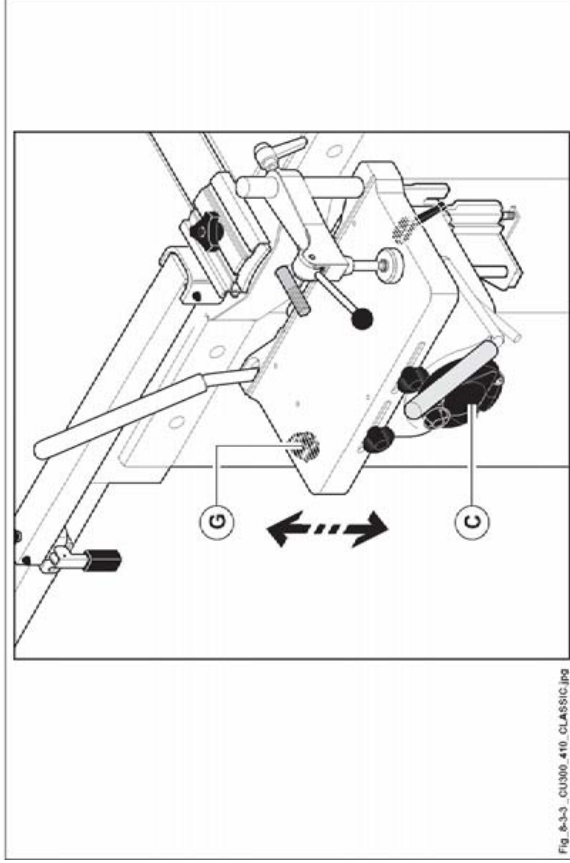

Abb. 8.3-3
- Den Tisch mit dem Hilfsrad (C Abb. 8.3-3); in der Höhe positionieren, die Position mit dem Griff (G Abb. 8.3-3) arretieren.